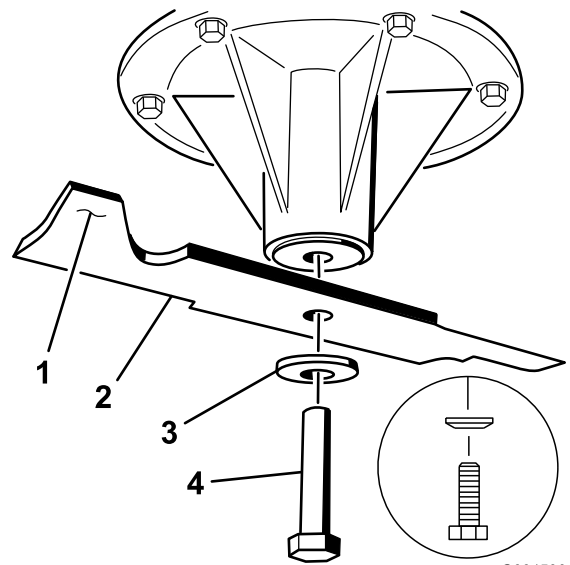

Figura 90
1. Instale la cuchilla en el eje (Figura 90).
2. Instale la arandela de muelle y el perno de la cuchilla (Figura 90).
Nota: El cono de la arandela de muelle debe estar orientado hacia la cabeza del perno (Figura 90).